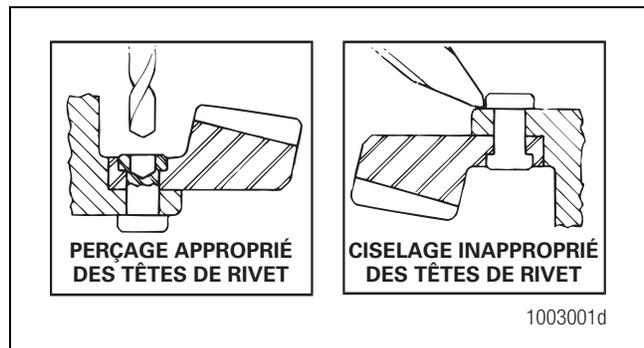

Figure 3.19
- Avec soin, côté couronne, poinçonner le centre de chaque rivet de l'ensemble au moyen d'un pointeau. Ne pas utiliser un ciseau et un marteau. Figure 3.19.
- Côté couronne, percer chaque rivet de l'ensemble à une profondeur équivalente à l'épaisseur d'une tête de rivet. Pour ce faire, utiliser un foret plus petit que le corps des rivets de 1/32 po (0,794 mm). Figure 3.19.